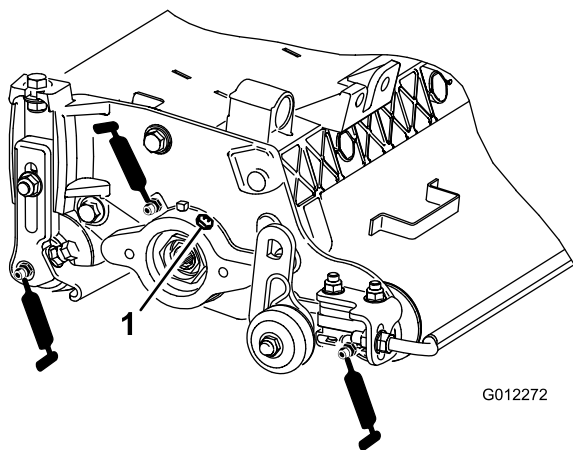

Рисунок 8
Каждый вертикуттер оснащен 7 масленками (Рисунок 8), которые должны раз в неделю смазываться универсальной консистентной смазкой № 2 на литиевой основе.
2. Наносите смазку до тех пор, пока чистая смазка не начнет выходить из уплотнений ролика и предохранительного клапана подшипника (Рисунок 8).